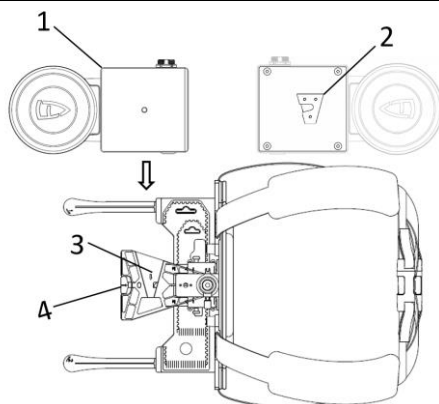

図 2-2 スキャン端の分解
下の図 2-2 に示すように、バックパックがスキャン端①を組み立てるとき（レーダーの向きを真正面とし、V ポートクイックリリースポート②を下に向けます）、スキャン端の下部にある V ポートクイックリリースポートを左に押します。バックパックアクセサリのスキャン端固定ブラケット V ポートクイックリリースマザーポート③を接続して固定します。図 2-2 スキャン端の分解